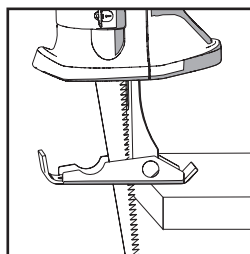

Abb. 6
- Stellen sie sicher, dass die Werkstück-Kontaktplatte fest am Werkstück anliegt, das Sägeblatt jedoch nicht. (**Abb. 6**).